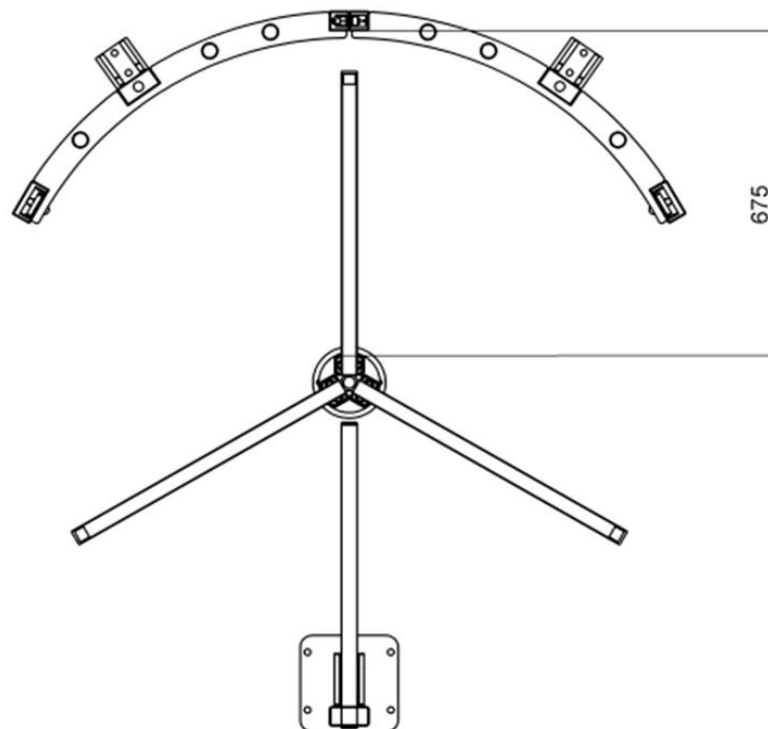

Рисунок 4 – Установка ротора в преграждающее положение
- 2) Рисунок 4 – выставить ротор соленоида в преграждающее положение.